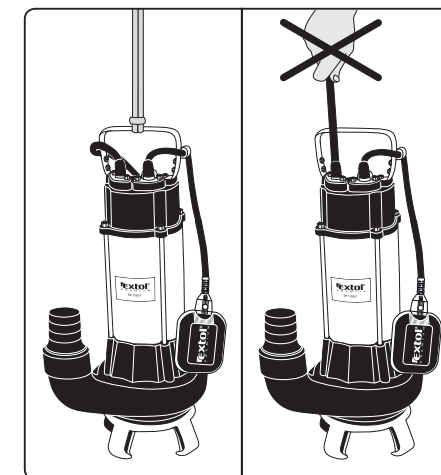

Abb. 5, Illustratives Bild
- Da die Pumpe eine maximale Eintauchtiefe von bis zu 7 m wie Standard-Tauchpumpen hat, kann die Pumpe auch in tiefere Wasserquellen eingetaucht werden. **Um die Pumpe in tiefere Wasserquellen abzusenken, kann die Pumpe nicht durch Ziehen am Versorgungskabel eingetaucht oder gezogen werden, sondern durch ein Seil, das ordnungsgemäß am Pumpengriff befestigt ist (siehe Abbildung 5),** denn das Ziehen am Versorgungskabel kann die Dichtung um das Kabel am Eintrittspunkt in die Pumpe zerreißen, Wasser in den elektrischen Teil der Pumpe eindringen lassen und einen elektrischen Schlag oder Tod verursachen.